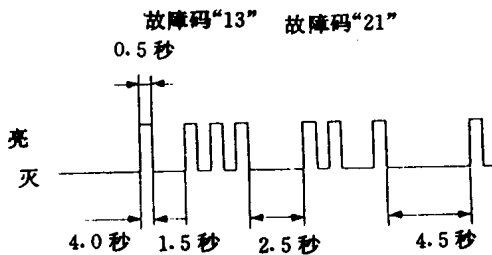

图 1-1-4 故障码“13”和“21”的显示
②发动机有故障，则故障码的显示如图 1-1-4 所示。警告灯闪亮时间的长短与故障码的显示时间相等。故障码由两位数组成，第一位数字和第二位数字之间时间间隔为 1.5 秒，故障码和故障码之间时间间隔为 2.5 秒，所有故障码之间时间间隔为 4.5 秒。